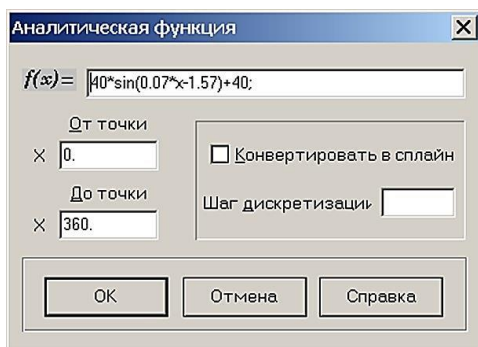

Рис. 46
**Задание аналитической функции.** В рассматриваемой задаче закон движения задан в виде аналитической функции, для ввода которой следует перейти в соответствующий режим нажатием кнопки. После этого открывается диалоговое окно «*Аналитическая функция*» (рис. 46).